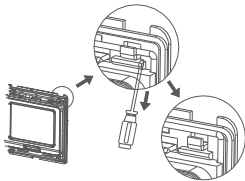

Рисунок 15. Демонтаж опорной пластины терморегулятора
2. Демонтируйте опорную пластину, как показано на рис.15.